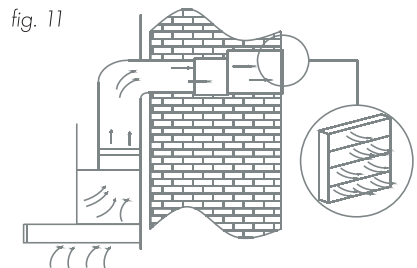

fig. 11
07. Si su cocina tiene un sofite sobre los muebles, puede colocar el ducto dentro del sofite y luego descargarlo horizontalmente a través de la pared exterior hacia una tapa de ducto (vea fig.11).